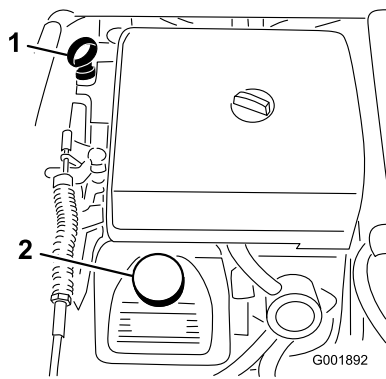

Bild 46
2. Nehmen Sie den Peilstab heraus und wischen Sie ihn mit einem sauberen Lappen ab (Bild 46). Stecken Sie den Peilstab in das Rohr und stellen Sie sicher, dass er vollständig eingeführt ist. Nehmen Sie den Peilstab heraus und prüfen Sie den Ölstand.
3. Wenn der Ölstand niedrig ist, nehmen Sie den Deckel des Einfüllstutzens von der Ventilabdeckung ab (Bild 46) und füllen Sie Öl auf, bis der Ölstand die Vollmarke am Peilstab erreicht. Gießen Sie Öl langsam ein und prüfen Sie den Ölstand häufig während des Füllens. Füllen Sie nicht zu viel ein.
8. Gießen Sie ungefähr 80 % der angegebenen Ölmenge langsam in den Öleinfüllstutzen (Bild 46).